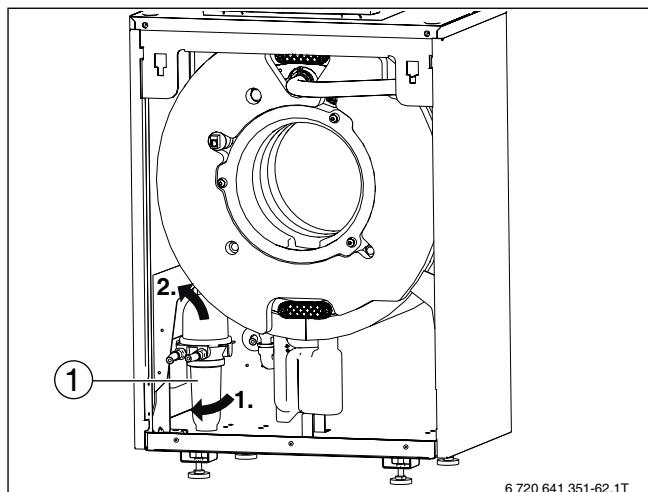

Bild 92 Ölfilter demontieren
- ▶ Ölfilter (→ Bild 92, [1]) leicht nach vorne drehen.